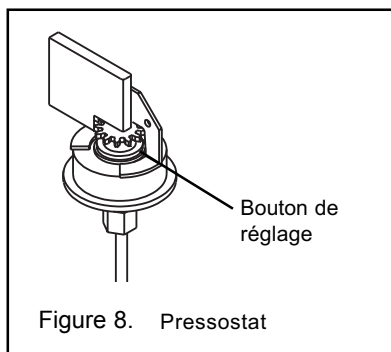

Figure 8. Pressostat
5. Tourner le bouton de réglage dans le sens des aiguilles d'une montre ou en s'éloignant du microinterrupteur, jusqu'à ce que le chauffe-eau s'éteigne; voir la figure 8.